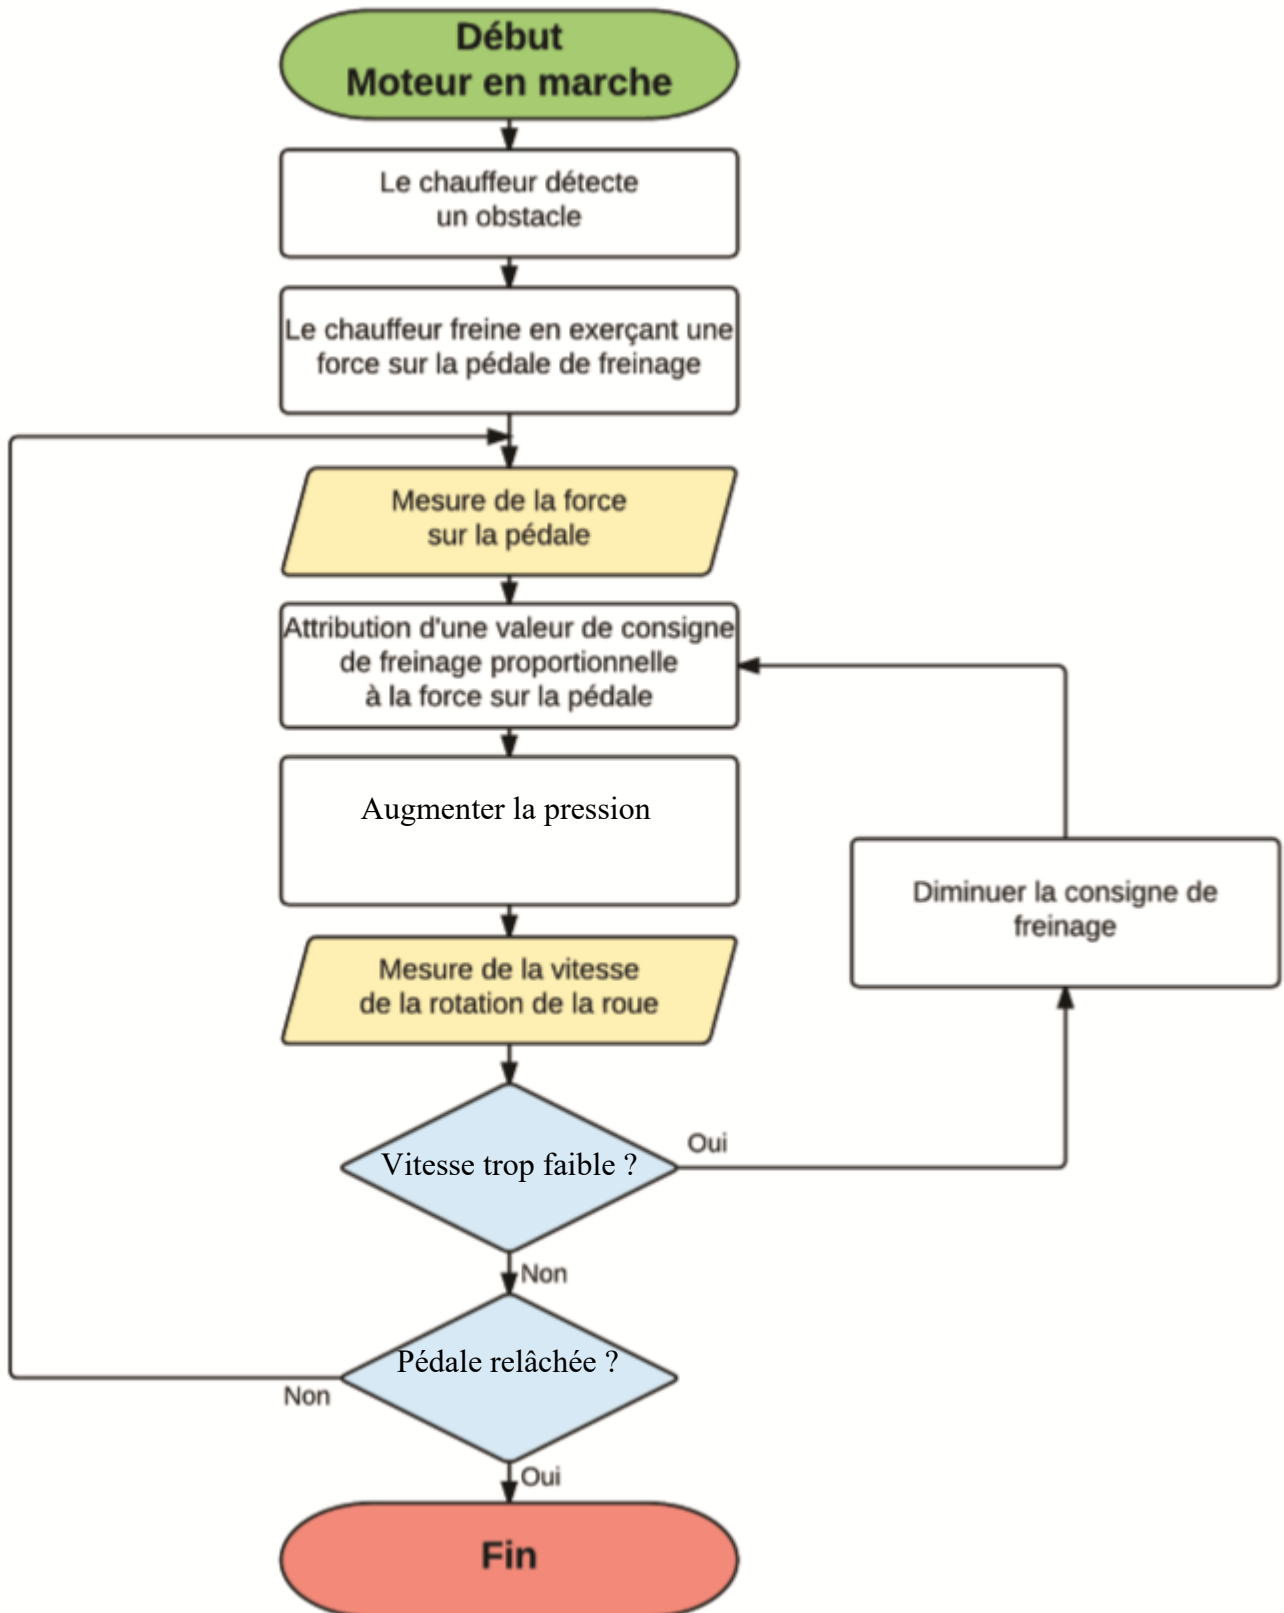

Figure 4
3) La figure 4, ci-dessous, présente l'algorithme du freinage ABS pour une roue. Compléter les parties manquantes.